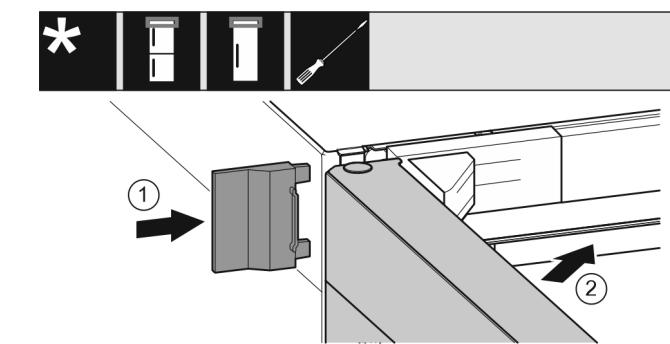

Fig. 21
- ▶ Насуньте зовнішню кришку. Fig. 21 (1)
► Закрійте верхні дверцята. Fig. 21 (2)